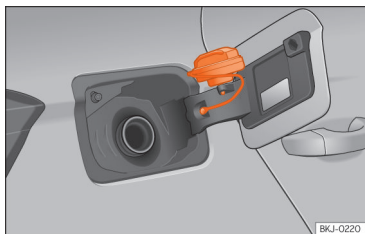

Abb. 181 Tankklappe mit aufgestecktem Tankverschluss.
- Platzieren Sie den Verschluss in der Ausparung, die sich im Scharnier der geöffneten Tankklappe befindet »» **Abb. 181**.